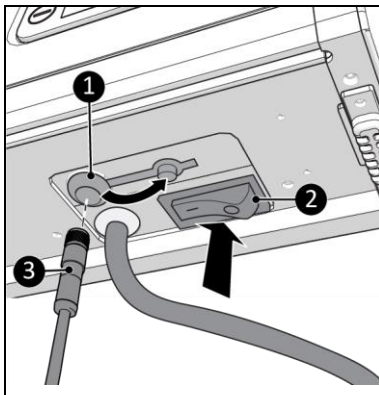

Figure 12
1. Assurez-vous que le commutateur ON/OFF est en position OFF (figure 12, pos. 2).
2. Branchez le connecteur du capteur de température (figure 12, pos. 23) sur la prise du capteur (figure 12, pos. 1).